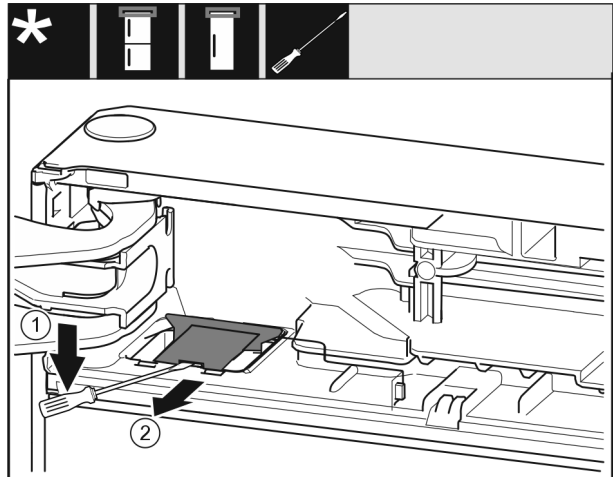

Fig. 10
- ▶ Met een sleufschroevendraaier de afdekking losmaken en optillen. Fig. 10 (1)
- ▶ Afdekking eruit nemen. Fig. 10 (2)